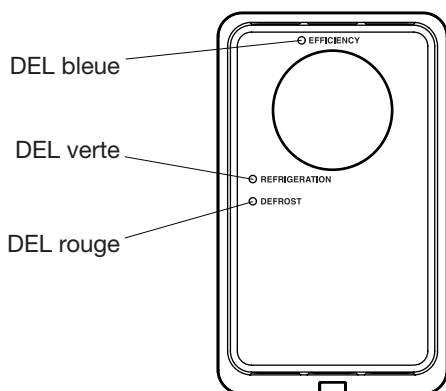
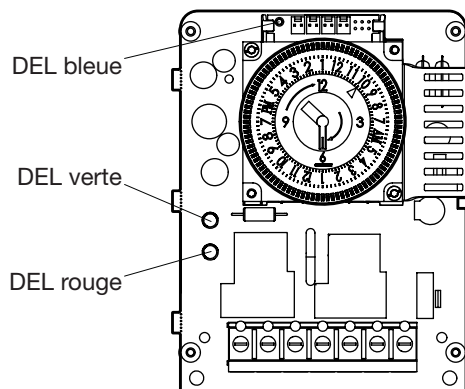

FIG. 11 DEL (modèle avec boîtier)
FIG. 12 DEL
5. Voir TABLEAU 1 et FIG. 11 ou FIG. 12 pour vérifier le bon fonctionnement du module ICUBEMC.